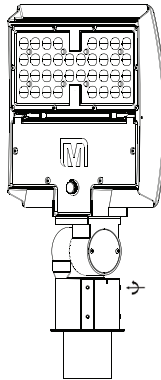

FIG. 2
2. Serrez les quatre (4) vis de réglage sur le raccord lisse et fixez-le au poteau (voir la FIG. 2).